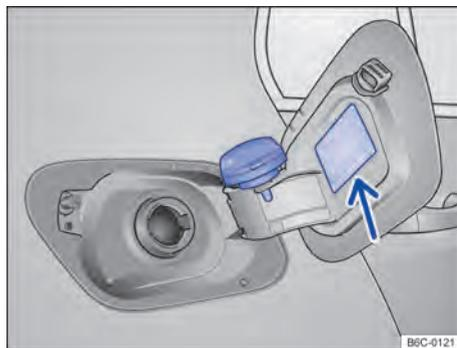

Fig. 176 Portinhola do tanque de combustível aberta com a tampa do tanque de combustível pendurada.
- Remover a tampa do tanque girando-a no sentido anti-horário e encaixá-la no suporte na portinhola do tanque → Fig. 176.